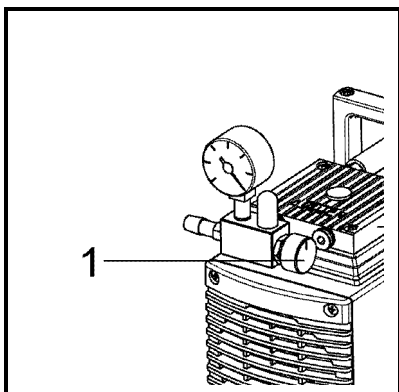

Fig. 8 : Vanne de réglage fin
- Régler le débit de la pompe avec le bouton de la vanne de réglage fin (voir fig. 8/1).